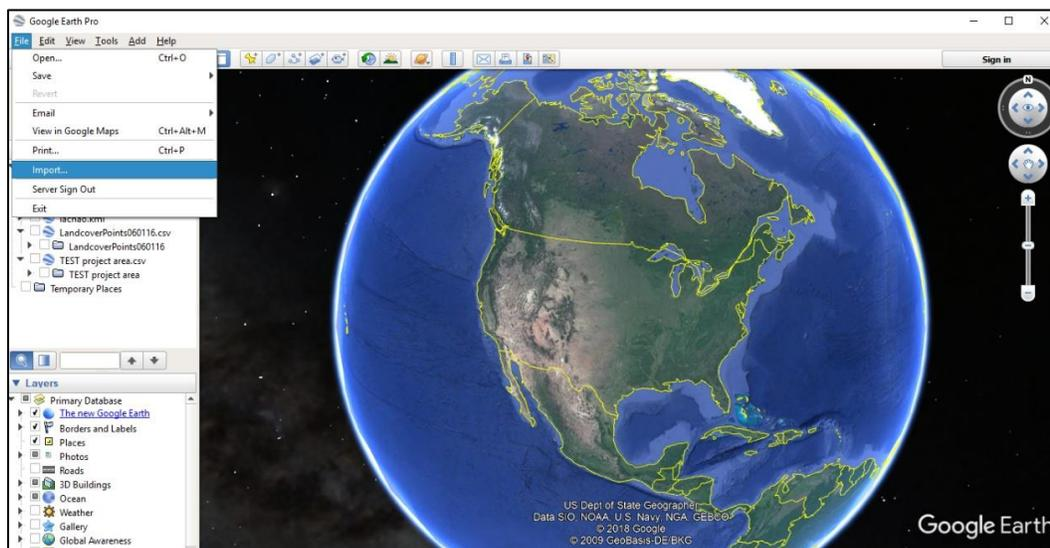

Figura 48. Importar el CSV en Google Earth Pro
2.2. Importar el archivo CSV que se exporto de i-tree (Figura 48).